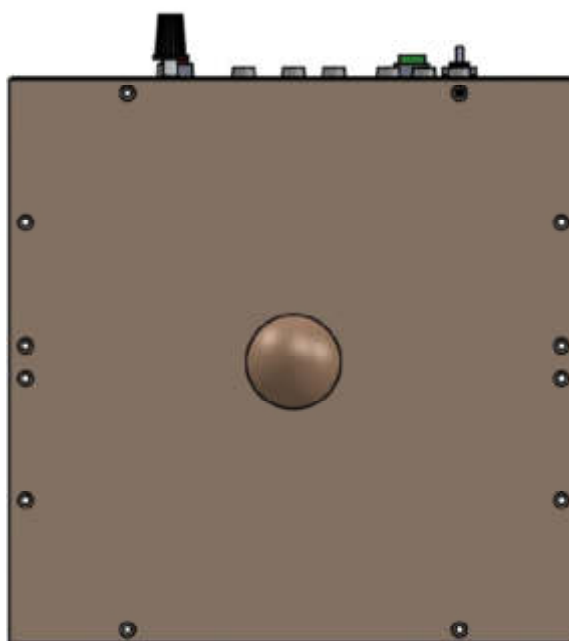

Рисунок 3 – Вид задней высоковольтной панели АИИ-30/3
6.1.5 Высоковольтный электрический соединитель для подключения к объекту испытаний расположен на задней панели (рисунок 3) выполненной из диэлектрического материала. Объект испытаний подключается посредством изолированного высоковольтного кабеля.